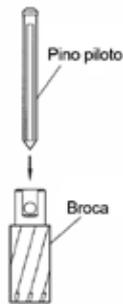

Fig. 11
(2) Insira um pino-piloto adequado para o tamanho do corte no cortador. (Fig.11)